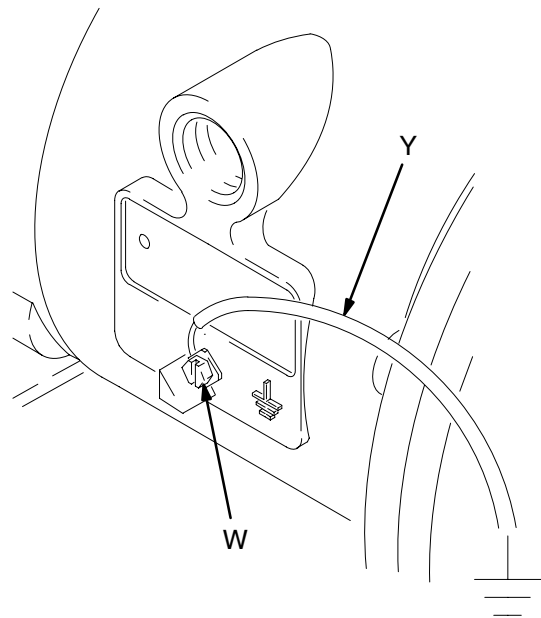

Fig. 1
- *Pompe* : branchez un fil de terre et un collier comme indiqué dans la Fig. 1. Desserrez la vis de mise à la terre (W). Insérez une extrémité d'un fil de terre (Y) de 1,5 mm² minimum derrière la vis de mise à la terre et serrez-la fermement. Raccordez l'autre extrémité du collier du fil de terre à une véritable prise de terre. Commandez le fil de terre et le collier référence 819.0157.